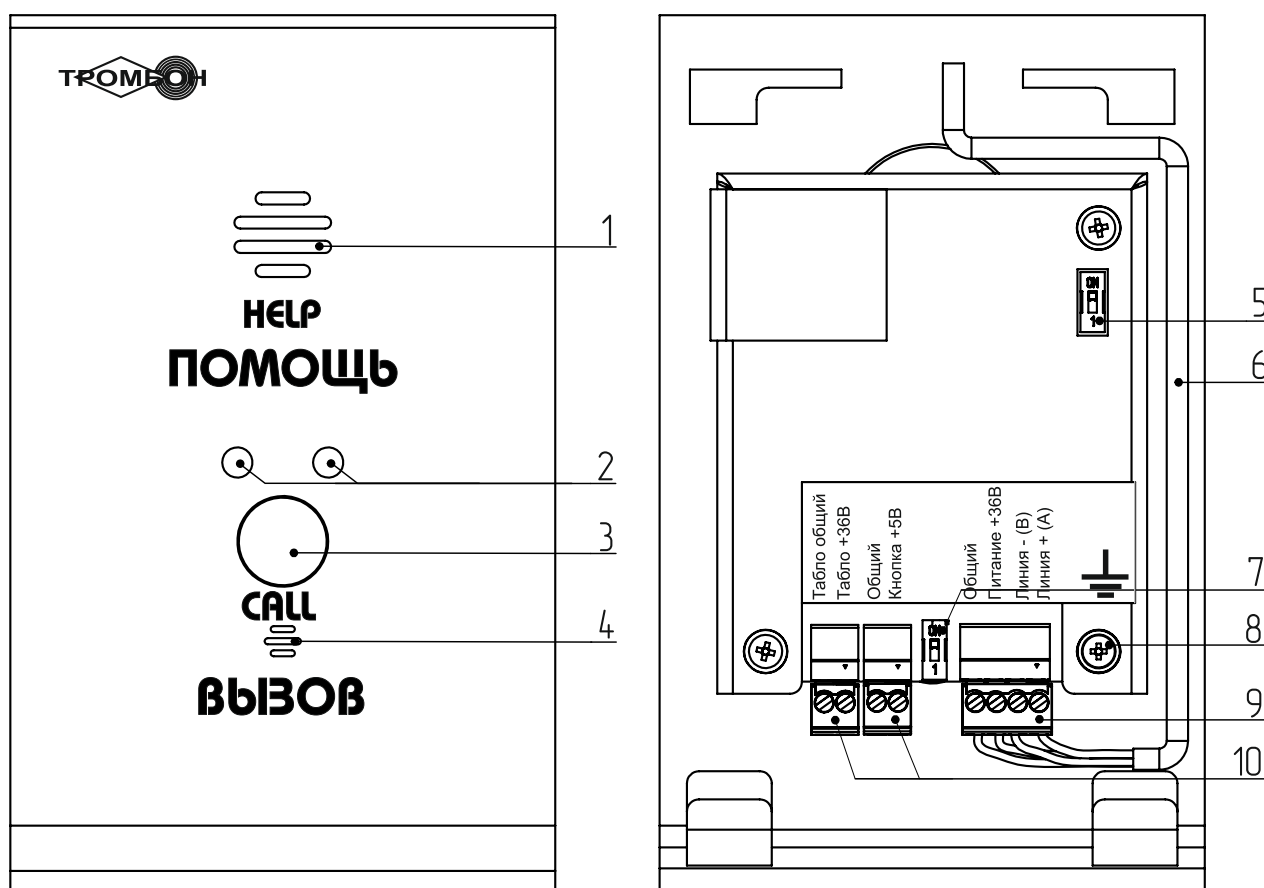

Рис. 1. Внешний вид «Тромбон СОРС-АВУ» исполнение Н (М)» и вид на АВУ со снятым основанием.
4). Снимите разъем поз. 9 рис. 1, и подключите к нему линию связи с ЛБС и другими АБУ системы. АБУ подключаются к линии связи с ЛБС последовательно, соединений типа «звезда» на одной линии не допускается. Схема подключения указана в приложении 2.
5). Снимите разъемы поз. 10 рис. 1, и подключите к ним устройства помощи МГН. Схема подключения представлена в приложении 3.
6). Включите согласующие резисторы у последних АБУ в каждой линии. Включение резистора выполняется переключением переключателя рис. 1, поз. 7 в положение включено (ON).
6). Установите разъемы линий связи на место. Подключите к винту рис. 1, поз. 8 экранирующие оплетки кабелей связи с ЛБС и другими АБУ.
При изменении конфигурации системы или установке в систему ранее использованного АБУ, необходимо выполнить смену его адреса на заводской (по умолчанию). Только после этого возможно запрограммировать это АБУ в систему. Для смены адреса на заводской необходимо включить переключатель рис. 1 поз. 3, после этого подать питание на АБУ. Адрес АБУ будет заменен на заводской. После этого необходимо выключить переключатель и запрограммировать АБУ в систему.